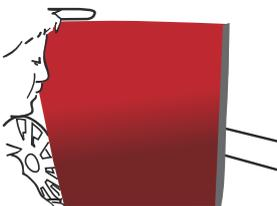

Figure 08
- › Retirer tout le liner. (FIG. 08)